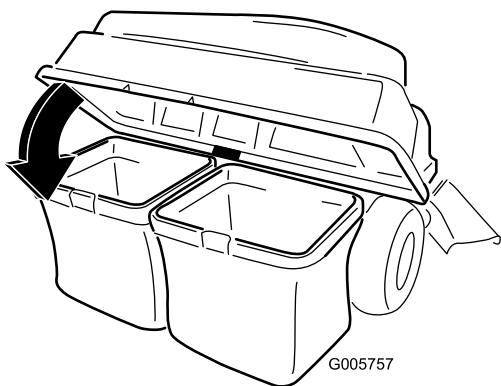

Figure 15
- Abaissez le couvercle du collecteur sur le bac (Figure 15).